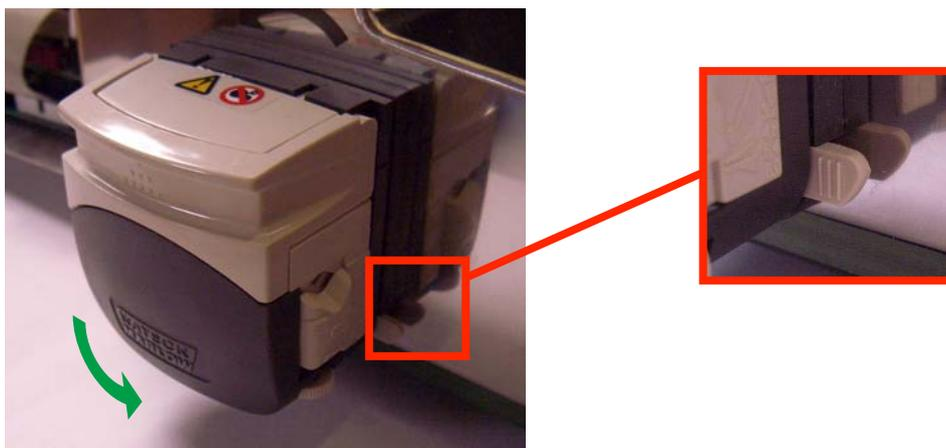

Figure 12
- b) Retirer la pompe : appuyer sur la languette (cf. Figure 12) et tourner en même temps la pompe dans le sens de la flèche. Retirer la pompe.